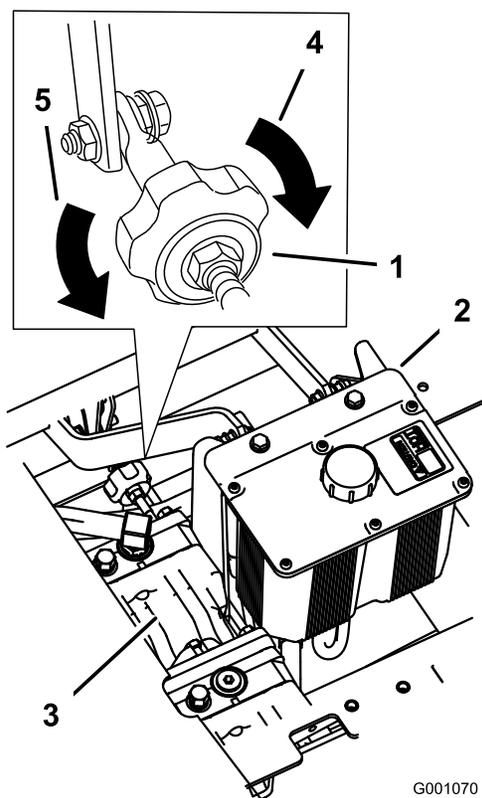

Figura 75
2. Ajuste la longitud de la varilla de la bomba girando el pomo, en el sentido apropiado, hasta que la rueda quede estacionaria o se mueva muy lentamente en marcha atrás (Figura 75).